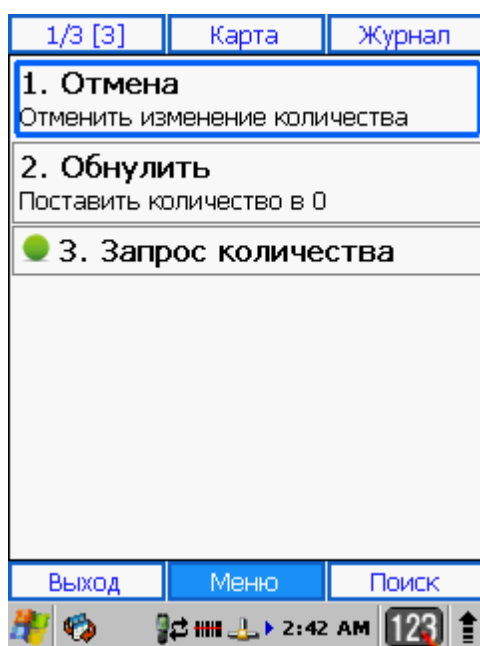

Рис.33 Дополнительное меню для работы с текущей позицией
- Установить параметр *Запрос количества* в дополнительное меню для работы с текущей позицией (см. далее - рис. 33)